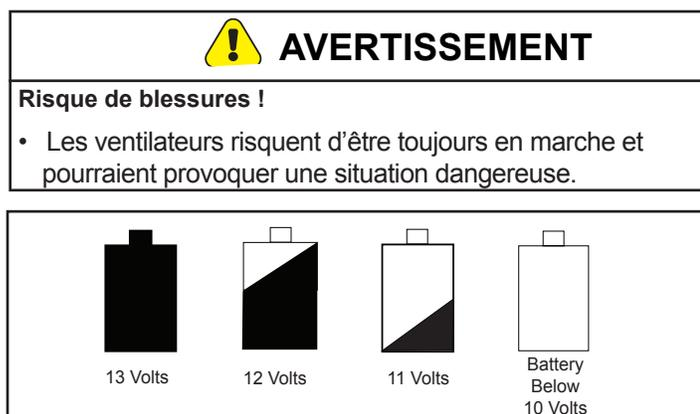

Figure 23.1
- L'icône de batterie apparaît sur le thermostat mural pour vous informer que le foyer fonctionne sur batterie. **Figure 23.1.**